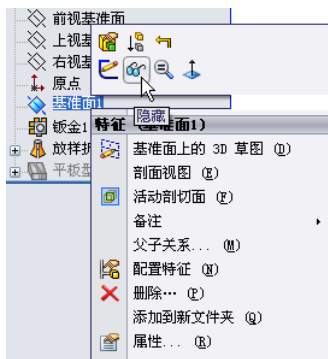

图 9-130 隐藏基准面 1
⑪ 展开钣金零件。首先，右击左侧的“FeatureMannger 设计树”中的“基准面 1”，在弹出的快捷菜单中单击“隐藏”图标，将基准面 1 隐藏，如图 9-130 所示。然后，右击“FeatureMannger 设计树”中的“平板型式 1”，在弹出的快捷菜单中单击“解除压缩”图标，如图 9-131 所示，可以将钣金零件展开，结果如图 9-132 所示。单击“保存”图标将文件保存。